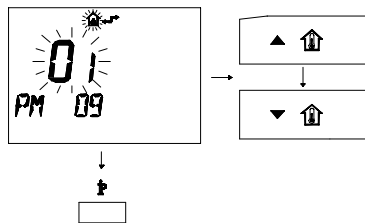

Figura 9.17
- Per modificare il SET programmato agire sui pulsanti \blacktriangle \uparrow o ∇ \uparrow e aspettare che il numero programmato cominci a lampeggiare (Figura 9.17)